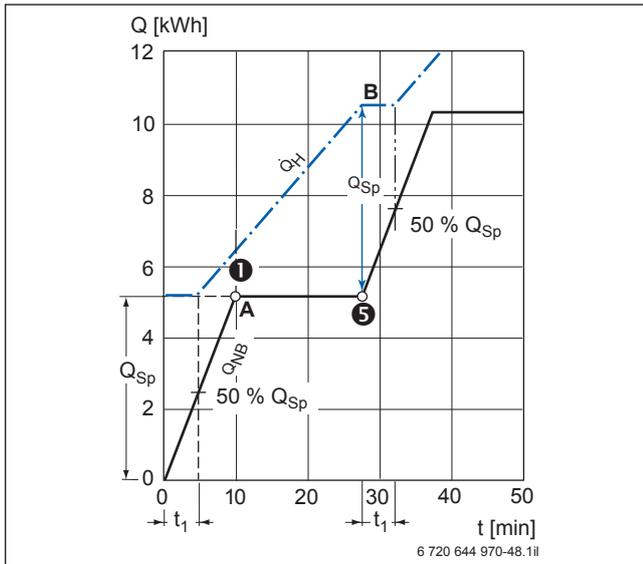

Bild 61 Ermittlung der theoretischen Speicherkapazität bei gegebener Wärmeleistung
Mindestforderung ist dabei, dass der Speicher zu Beginn eines Spitzenbedarfs vollständig durchgeladen zur Verfügung steht. Im ungünstigsten Fall kann der Speicher fast bis auf die Positionslinie des Temperaturfühlers entleert sein. Die Totzeit t_1 ist dann zwar sehr kurz, aber es sind auch nur ca. noch 50 % der Speicherkapazität verfügbar (→ Bild 61, Seite 89). Das ist der Grund, warum zur Bedarfsdeckung im Einfamilienwohnhaus Speichergrößen bis zu 200 Liter standardmäßig verwendet werden.
Da der kurzzeitige Spitzenbedarf vollständig zu bevorraten ist, sind komplexe Bedarfsprofile über längere Zeiträume das eigentliche Anwendungsgebiet des Wärmeschaubildes. Zu berücksichtigen ist auch die Totzeit Speicher t_1 (→ Bild 61, Seite 89). Die Totzeit Kessel t_2 hat durch die ständige Temperaturbereitschaft in der Heizperiode meist keine Bedeutung.
Ausgehend von dem Bedarfsfall des Wannenbades (→ „Grafische Darstellung im Wärmeschaubild“, Seite 84) und der Notwendigkeit der vollständigen Bevorratung lässt sich das Wärmeschaubild (→ Bild 61, Seite 89) entwickeln. Daraus ist zu entnehmen, dass der Speicher rund 28 Minuten nach Zapfbeginn ⑤ wieder mit seiner vollen Kapazität zur Verfügung steht. Es können somit in diesen Zeitintervallen die gleichen Bedarfe beliebig häufig wiederholt werden. Sie benötigen allerdings jeweils die volle Kesselleistung.
Zum Zeitpunkt A (→ Bild 61) besteht eine positive Speicherkapazität, wobei aber nicht erkennbar ist, ob sie auch von brauchbarer Temperatur ist.
Bei 100 Liter Volumen ist der Speicher nach 10 Minuten vollständig entladen. Das nun austretende Warmwasser hat die Temperatur 30 °C, falls die Wärmeleistung sofort zu Beginn der Zapfung verfügbar war. Sie ist entsprechend niedriger, wenn eine Totzeit t_1 wirksam ist (→ Bild 61).
Die positive Kapazität von ca. 1,2 kWh zum Zeitpunkt A (→ Bild 61) entspricht einer Temperaturerhöhung um $\Delta\vartheta_{WW} = 10\text{ K}$ und damit einer Zapftemperatur $\vartheta_{WW} = 20\text{ °C}$. Im vorliegenden Fall ist das ohne Nachteil, da nach der Spitzenentnahme kein Bedarf vorliegt und der Speicher wieder geladen wird.
In allen anderen Fällen sollte der Speicher zu keinem Zeitpunkt unter die Minimalkapazität Q'_{Sp} absinken. In Anlehnung an die Grundformel 75 (→ Seite 184) sind das im betrachteten Fall (→ Bild 61):